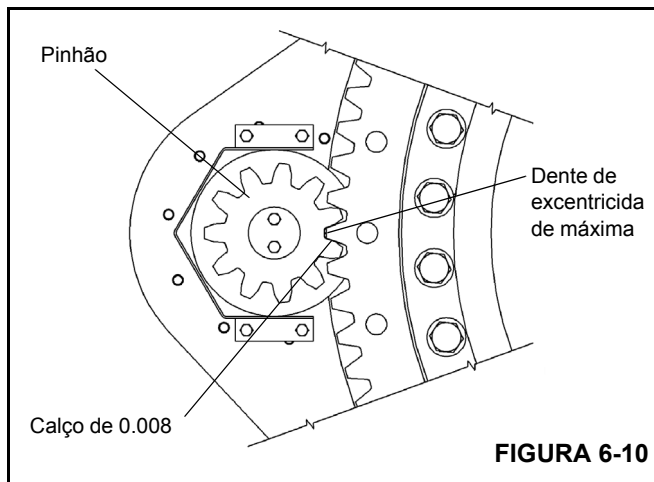

FIGURA 6-10
NOTA: Se um novo rolamento estiver sendo instalado, uma nova engrenagem de pinhão também deve ser usada. Alinhe o ponto superior (excentricidade máxima) no rolamento ao ponto superior na nova engrenagem do pinhão (Figura 6-10).
6. Instale o pinhão de acionamento de giro de forma que o ponto superior (excentricidade máxima) fique alinhado ao ponto superior do rolamento da torre. Verifique a folga com um calço grosso de 0,203 mm (0.008 pol.) (Figura 6-10). Se o pinhão precisar ser movimentado para obter a folga adequada, entre em contato com o distribuidor local.